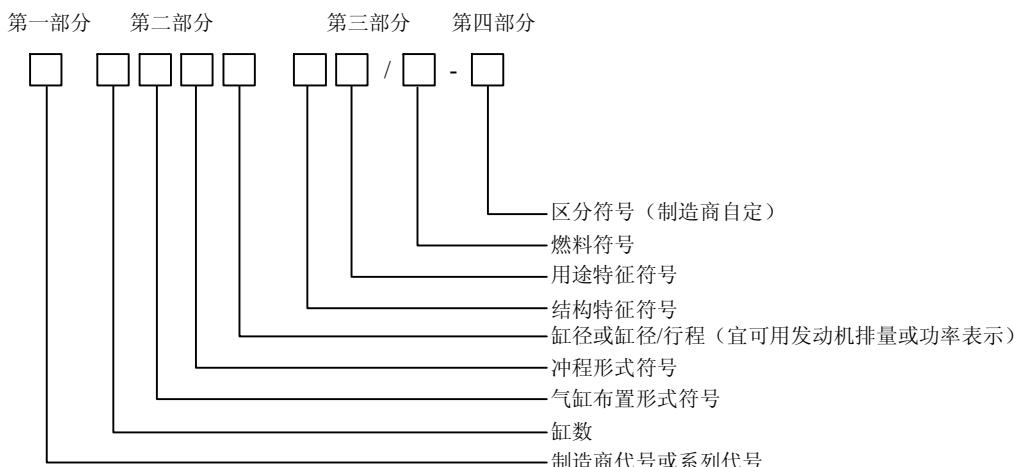

图1-7 内燃机产品型号表示方法
- (1) 内燃机产品名称均按所采用的燃料命名，例如柴油机、汽油机、煤气机、沼气机、双(多种)燃料发动机等。
- (2) 内燃机型号由阿拉伯数字、汉语拼音字母或国际通用的英文缩写字母组成。
- (3) 内燃机型号由下列四部分组成，如图1-7所示。